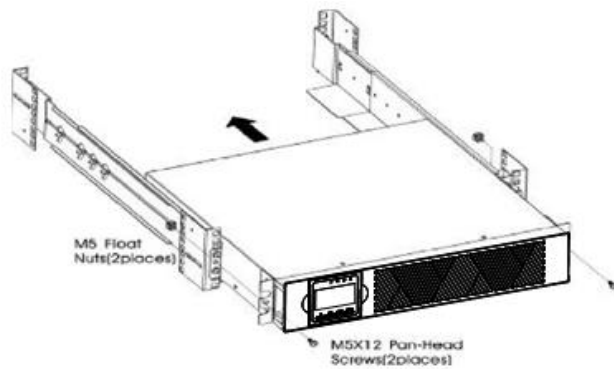

Abbildung 4: Sicherung an der Vorderseite des Gehäuses
- l) Sichern Sie Vorderseite der USV am Schrank, indem Sie an jeder Seite eine M5x12-Flachkopfschraube und eine M5-Käfigmutter anbringen (siehe Abbildung 4). Führen Sie die untere Schraube auf jeder Seite durch das untere Montageloch im Montagewinkel und das untere Loch der Schiene.